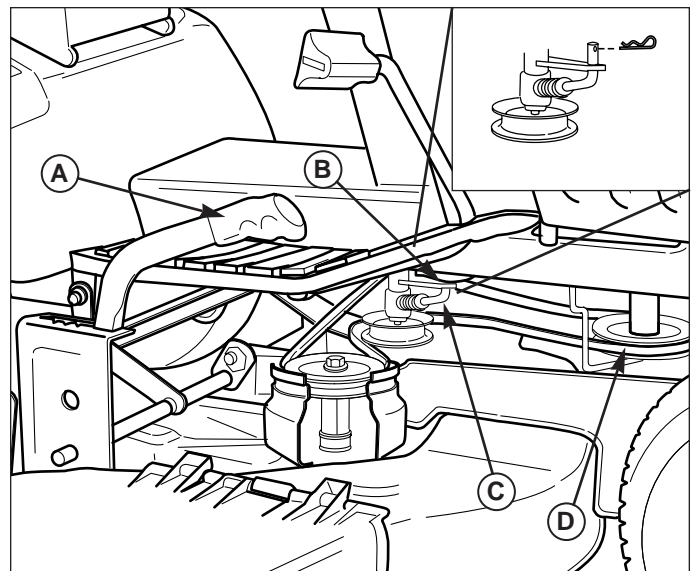
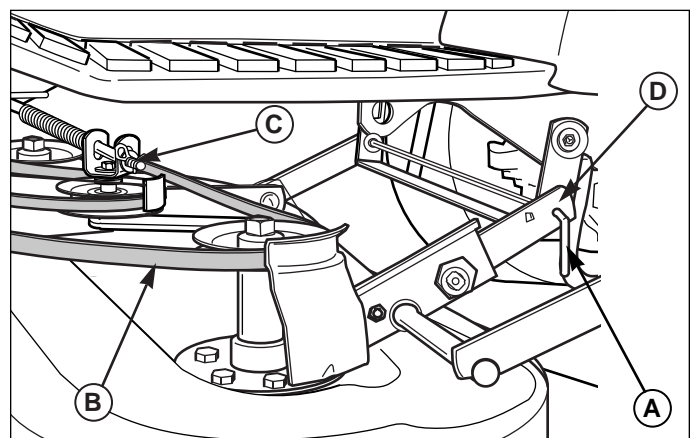

Figure 4. Tondeuse – Côté droit
Figure 5. Tondeuse – Côté gauche (tondeuse de 97 cm)
2. Mettre la tondeuse sur la position de coupe la plus basse, à l'aide du levier de réglage de hauteur (A, Figure 4).
3. Retirer la courroie de la tondeuse de la poulie de moteur (D, Figure 4) en pliant légèrement en arrière le guide de la courroie de moteur puis en dégageant cette dernière de la poulie.
4. Retirer le clip en épingle de la tringle d'embrayage (C, Figure 4).
5. Retirer la tringle d'embrayage (C) du bas du levier de PDF (B). Remettre en place le clip retiré à l'étape précédente.
6. Retirer le clip en épingle de la longue tige d'attelage (A, Figure 5).
7. Retirer la tige d'attelage (A, Figure 5) de la tondeuse.
4. Diriger les roues tout droit et aligner les supports de fixation arrière (D, Figure 5).
6. Passer la longue tige d'attelage (A, Figure 5) dans les supports de fixation arrière. Verrouiller en place à l'aide d'un clip en épingle.
8. Connecter la tringle d'embrayage (C, Figure 4) au bas du levier de PDF (B). Verrouiller en place à l'aide d'un clip en épingle.